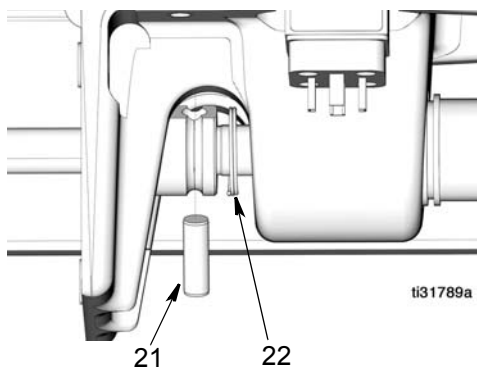

Рис. 14
4. Стяните стопорную пружину (22) со штыря (21) и извлеките штырь (Рис. 14).